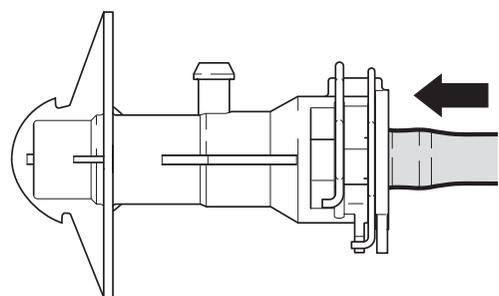

Fig. 7: O orifício de purga está fechado com a conexão hidráulica introduzida e os cliques fechados
8. Empurrar a tubagem hidráulica até ao limite da conexão (fig. 7)